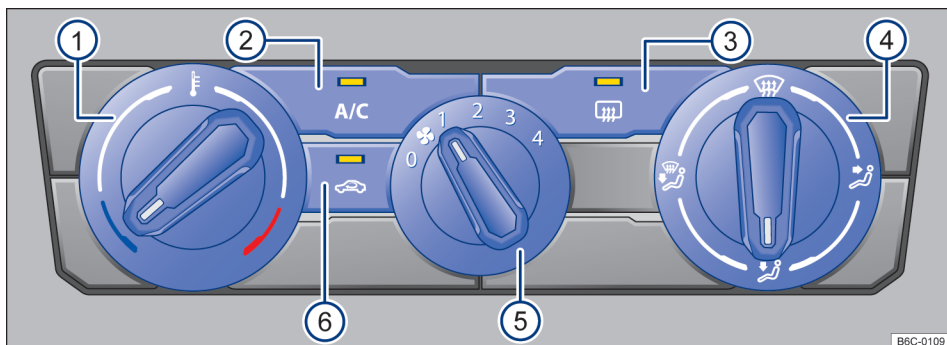

Fig. 81 Comandos do ar-condicionado.
- *Ar-condicionado*: girar o regulador do ventilador para o nível 0 → Fig. 81 ⑤.
- *Ar-condicionado*: girar o regulador rotativo esquerdo → Fig. 81 ①.
- *Ar-condicionado*: girar o regulador do ventilador → Fig. 81 (5).
- *Ar-condicionado*: girar o regulador da direita → Fig. 81 (4) para posição desejada.
- *Ar-condicionado*: girar o regulador direito para a posição  → Fig. 81 (4).